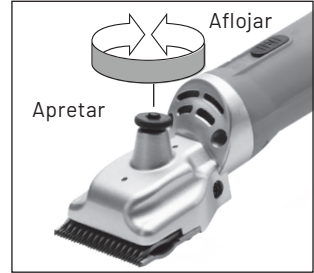

Fig. 1
2. Para ajustar las cuchillas de corte, apriete la tuerca tensora (2) hasta que se sienta la primera resistencia (fig. 1).